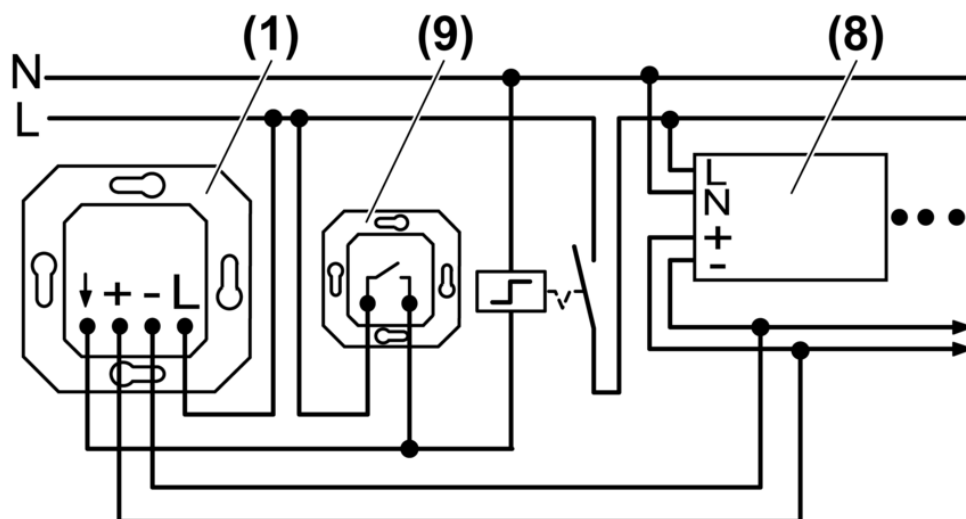

Figure 5: Schéma de raccordement du potentiomètre à fonction tactile et poste auxiliaire
- Régler la luminosité de base (figure 5).